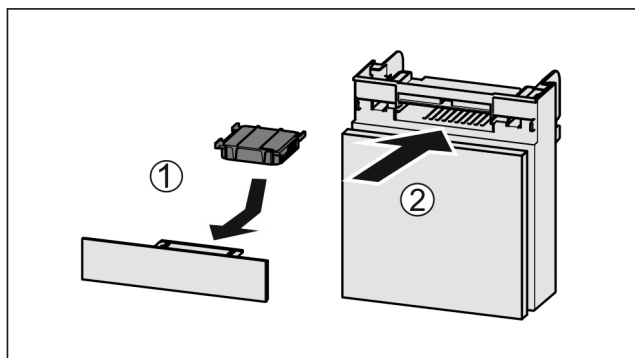

Fig. 103
- ▶ Установите фильтр с активированным углем, как показано на рисунке Fig. 103 (1).
- ▶ Вставьте отделение Fig. 103 (2).